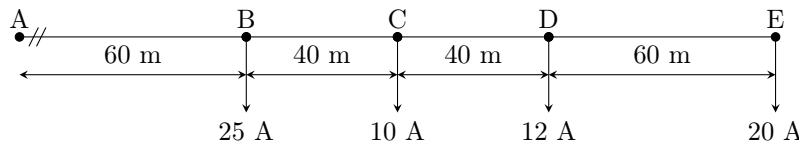

Figura 7.10: Diagrama unifilar del problema 7.21.
7.21 (2.10-3.) Calcular la caída de tensión en la línea bifilar de corriente continua de la figura 7.10. La tensión nominal es 220 V y el conductor es de cobre con sección 35 mm2.